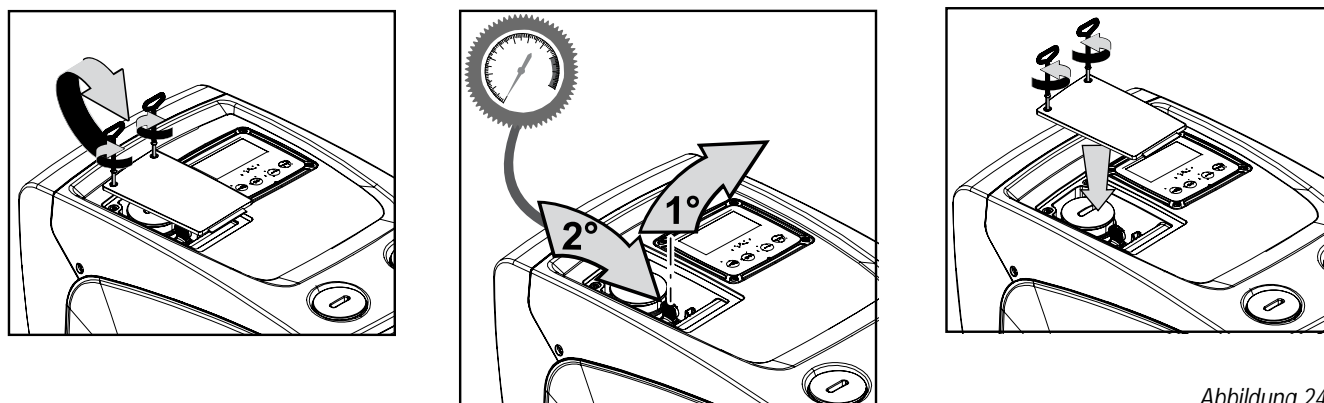

Abbildung 24
2. die Gummikappe von dem Ventil des Ausdehnungsgefäßes abziehen (Abb. 24);
3. gemäß der Anleitungen unter Absatz 1.2 auf das Ventil einwirken (Abb. 24);
4. die Gummikappe wieder anbringen (Abb. 24);
5. die Klappe wieder anbringen und die 2 Schrauben festziehen (Abb. 24).